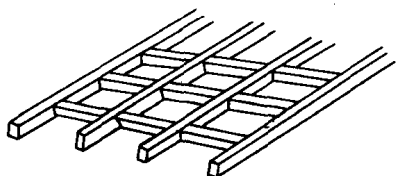
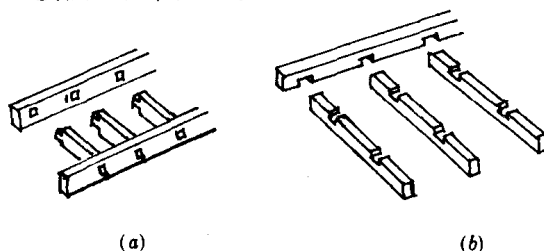

图 1-2 木框架
图 1-3 木框架结构构造
3) 安装木框架。木框架通常是方框结构和长方框结构。木框架可有主次木方之分，也可无主次木方之分。主木方是木框架的承重部分，截面尺寸通常大于次木方，次木方是木框架的横撑部分。见图 1-2 所示。木框架制作时，与木地板基板接触的表面一定要刨平。有主次木方之分的框架，主次木方的连接可用榫结构，也可用钉、胶结合的固定方法。无主次木方之分的框架，木方的连接可用半槽式扣接法。见图 1-3。